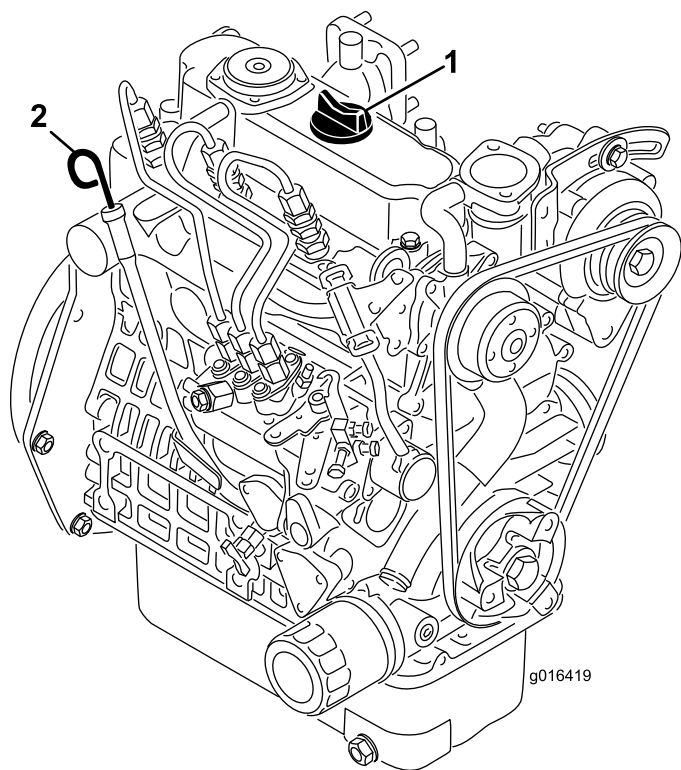

Figure 22
2. Retirez la jauge et essuyez-la sur un chiffon propre (Figure 22). Remettez la jauge dans le tube en